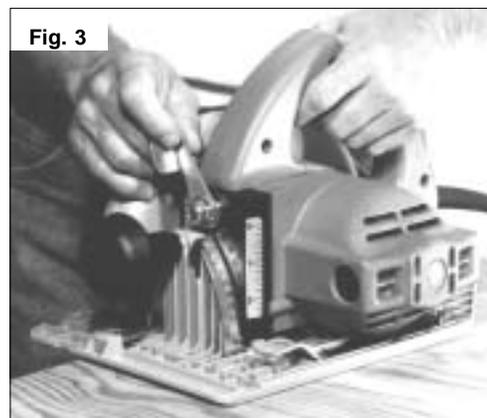

Fig. 3
Ajuste de profundidad (sierras de 184 mm (7-1/4") (Fig. 3 y 4)
2. Para ajustar la profundidad del corte, coloque la sierra en el borde del material que va a cortar. Mientras sostiene la sierra por la empuñadura, afloje la palanca de ajuste de profundidad, levantándola y moviéndola hacia la cuchilla (Fig. 3).